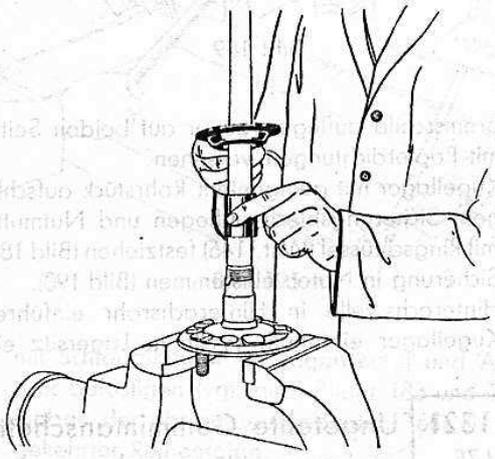

Bild 188
11. Dichtungshalter mit eingepreßtem Abdichtung mit Montierhülse (Wst 1232) auf Hinterachswelle aufchieben (Bild 188), Abdichtung innen mit Abschmierfett bestreichen.